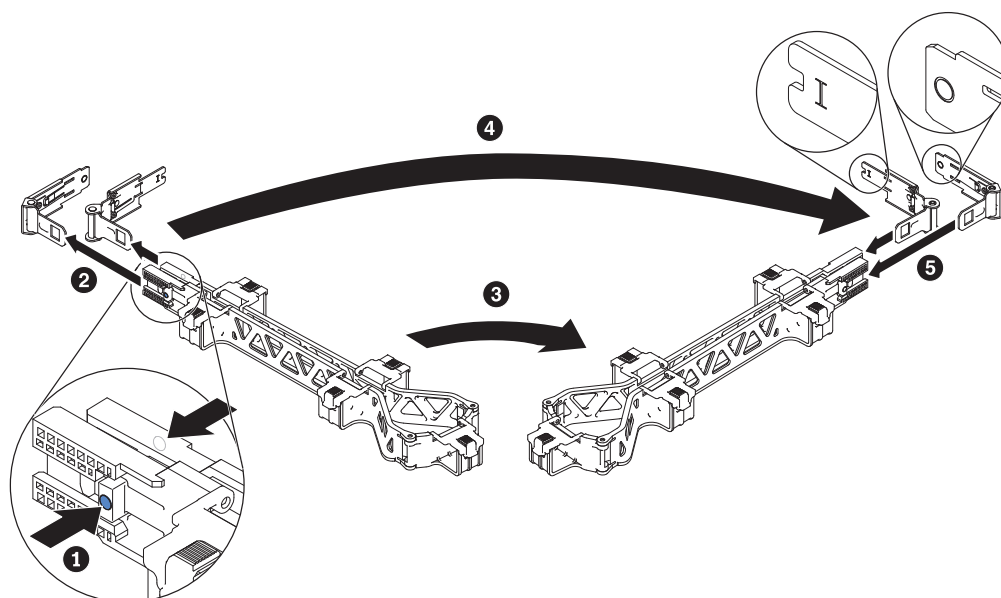

図 40. ケーブル・マネジメント・アームの反対側への取り付け
10. オプション: 55 ページの図 40 に示すように、ケーブル・マネジメント・アーム・アセンブリーを反対側に取り付けることができます。